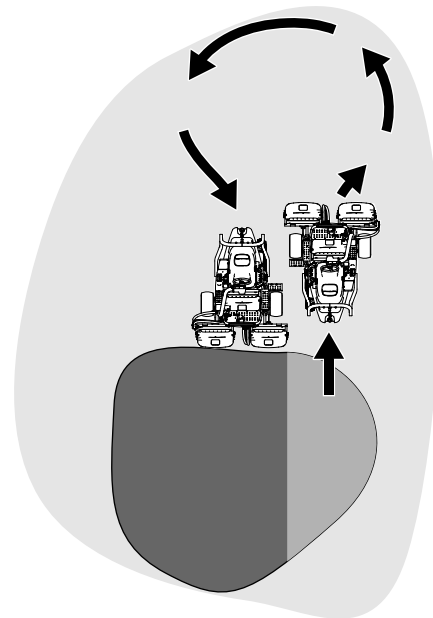

Bild 25
6. Verkürzen Sie die Betriebszeit und vereinfachen Sie das Ausrichten für den nächsten Durchgang, indem Sie die Maschine vorübergehend in die entgegengesetzte Richtung und dann in die Richtung des ungemähten Teils drehen. Führen Sie eine tränenförmige Wende durch (**Bild 25**), um die Maschine schnell für den nächsten Durchgang auszurichten.